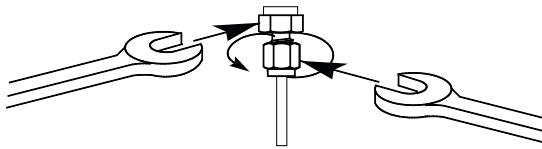

Figura 11 Apriete final
- 8 Para conexiones Swagelok de 1/8 pulgadas,** utilice un par de llaves de 7/16 pulgadas para apretar la conexión 3/4 de vuelta (Figura 11).
Para conexiones de 1/4 pulgadas, utilice un par de llaves de 9/16 pulgadas para apretarlas 1-1/4 de vuelta (Figura 11).